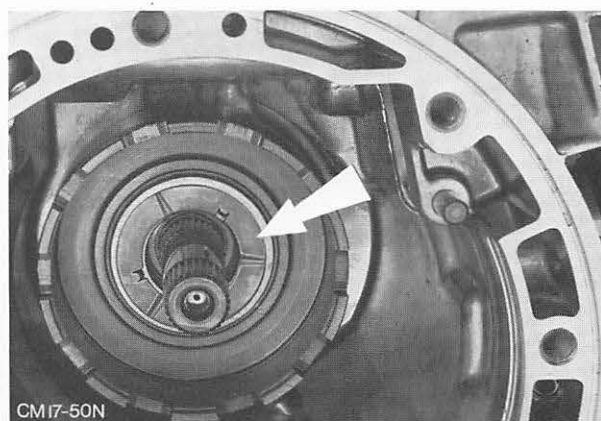

Abb. 88 Anlaufscheibe Nr. 7 im Getriebegehäuse
38. Anlaufscheibe Nr. 7 mit Öl in das Gehäuse einsetzen, Abb. 88, Hohlrad montieren und mit Spreng-ring sichern.